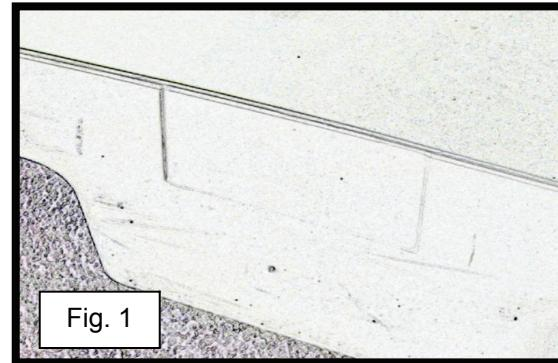

Fig. 1
- 1) Zoek de inspringende rechthoek aan de **buitenkant** van de vergaarbak (zie fig. 1). Justrite Manufacturing raadt aan om de klemverbindingen daar te plaatsen.